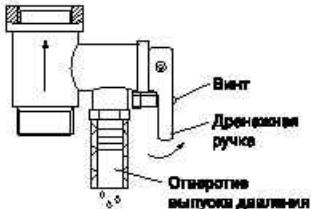

Рис. 8
8. Сливать воду из водонагревателя можно с помощью предохранительного клапана, перекрыв при этом подачу холодной воды в водонагреватель и открыв дренажную ручку на предохранительном клапане. При этом слив воды из водонагревателя должен осуществляться через дренажное отверстие в клапане в систему отвода канализации (при сливе воды откройте на смесителе кран горячей воды для выпуска воздуха) (см. рис. 8).